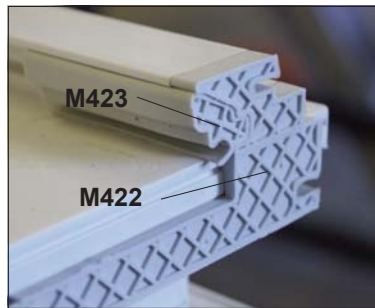

**Fig. 1** Preparazione incollaggio dell'angolo dell'anta.
4. Successivamente, incollare gli angoli di tenuta **M430** (uno a sinistra e uno a destra) con la supercolla nella scanalatura della guarnizione sull'angolo dell'anta (Fig. 1 e 2). Sigillare eventuali spazi vuoti causati dalla fresatura delle ante.